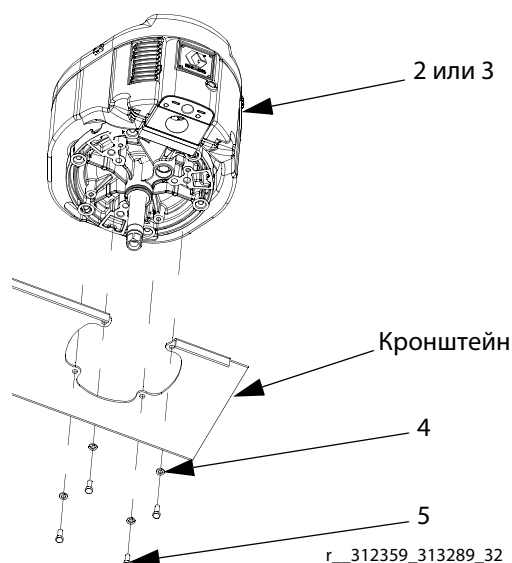

Рис. 7
- b. Извлеките крепежные винты (5) и шайбы (4), крепящие пневматический двигатель (2 или 3) к монтажному кронштейну. См. Рис. 7 на стр. 26.